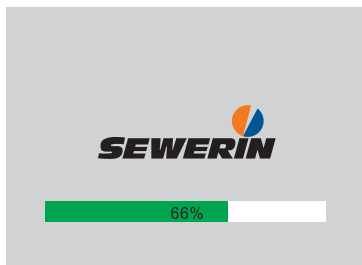

Fig. 12 : Écran de démarrage
1. Appuyez sur la touche Marche/Arrêt jusqu'à ce que l'écran de démarrage s'affiche (fig. 12).